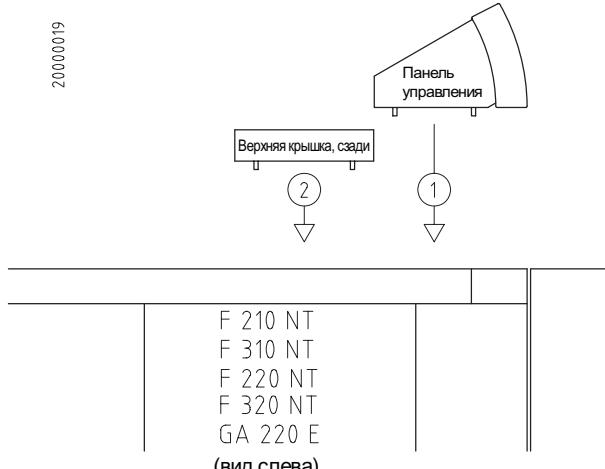

Рис. 5.1
- Поместите панель управления на котел и вденьте в отверстия на панели (1) (Рис. 5.1)